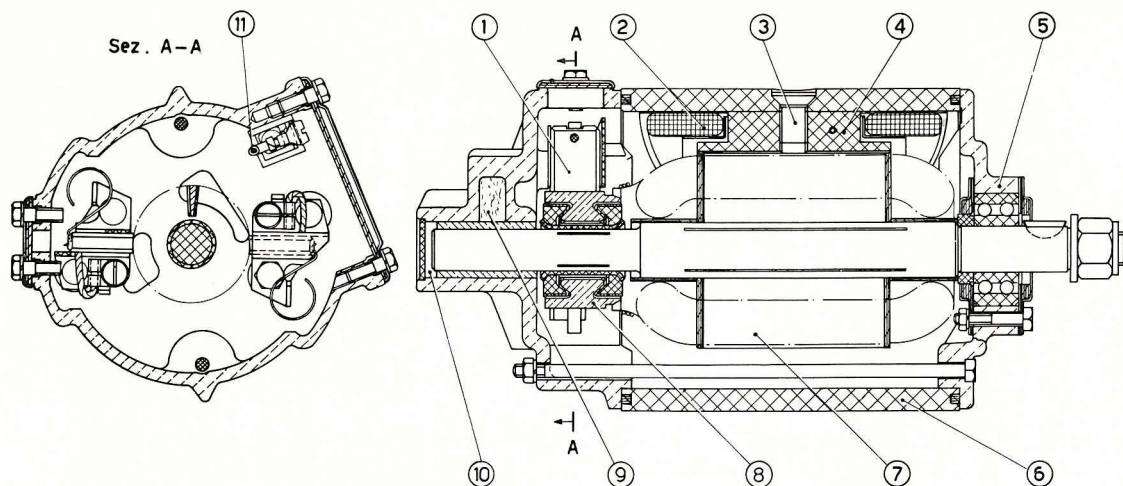

Fig. 210 - Sezione longitudinale e trasversale della dinamo.
Per lo smontaggio procedere come segue (fig. 210).
- rifornire di grasso **Fiat A 11/L** il cuscinetto a sfere, la boccola sul supporto lato collettore e la camera al fondo della boccola (**10**, fig. 210) e riempire con olio **SAE 50** lo stoppino del supporto predetto.